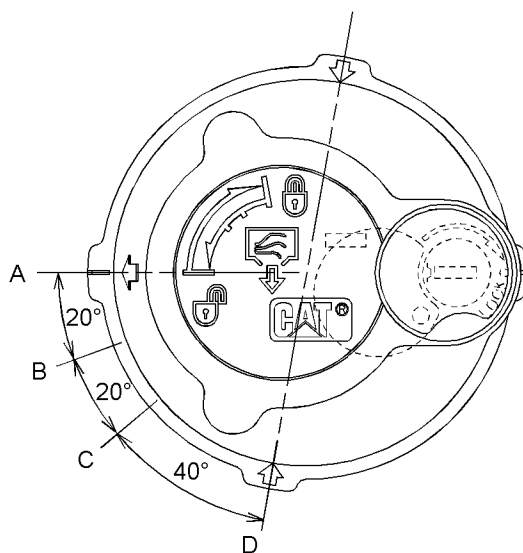

Fig. 389
7. Aflast det tryk, der kan findes i returhydraulikkredsløbet, ved hjælp af følgende procedure. Se fig. 389 for at få vist påfyldningsdækslets positioner.
- a. Drej påfyldningsdækslet mod uret, og flyt pilen fra position (A) til position (B).
- b. Aflast trykket i mindst 45 sekunder ved at flytte pilen fra position (B) til position (C).
- c. Tryk påfyldningsdækslet ned, og flyt pilen fra position (C) til position (D).